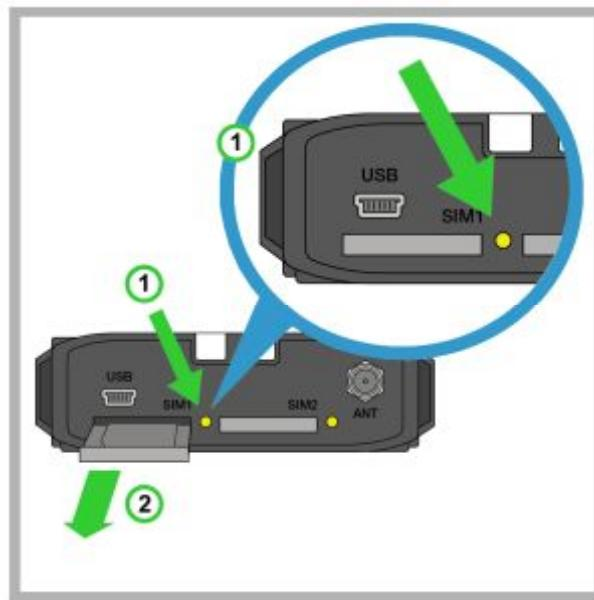

Рис. 3.1 Извлечение из модема лотка для SIM-карты
1. Нажмите тонким предметом кнопку, расположенную рядом с лотком первой SIM-карты (см. цифру 1 на Рис. 3.1).
2. Потянув лоток на себя, полностью извлеките его (см. цифру 2 на Рис. 3.1).